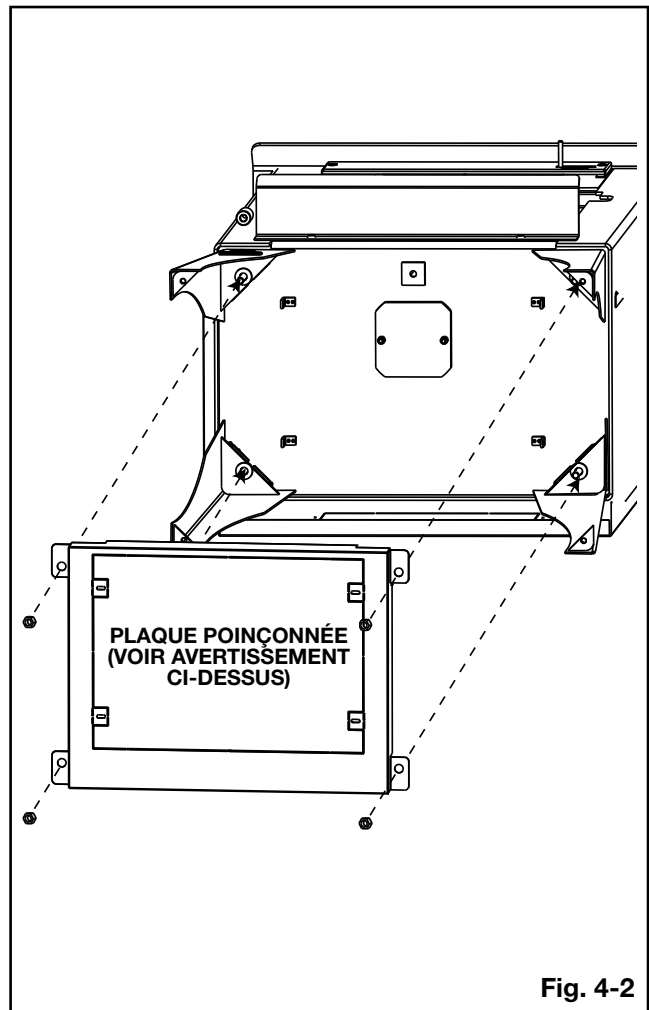

Fig. 4-2
- Glissez l'écran thermique sur les quatre boulons. Finalement, fixez l'écran thermique en place en utilisant les écrous restant (**Fig. 4-2**).